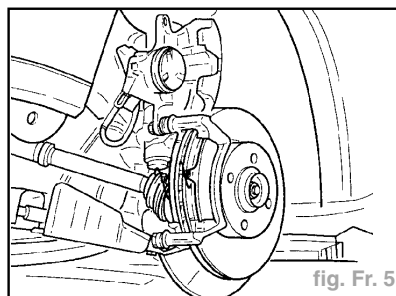

fig. Fr. 5
- Faire basculer le boîtier d'étrier de frein vers le haut (fig. Fr. 5).